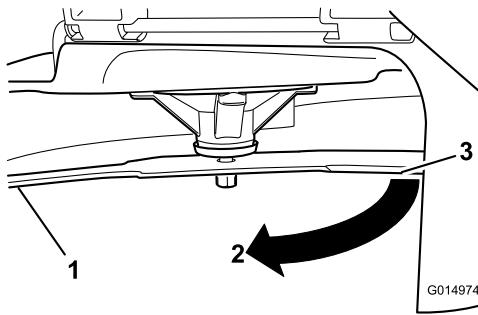

Рисунок 58
- Измеренное расстояние между ножом и поверхностью (A)
- Поверните тот же нож на 180 градусов, чтобы теперь его противоположная режущая кромка была в том же положении (Рисунок 58).